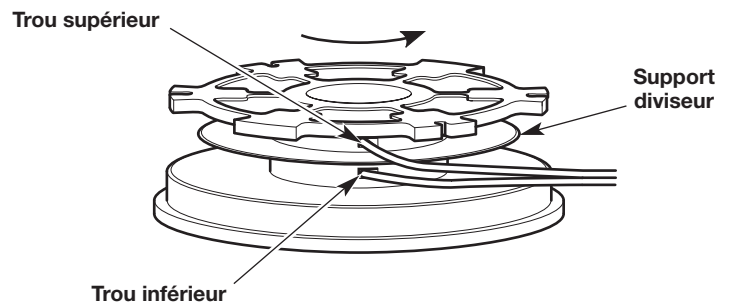

Fig. 20
2. En utilisant une extrémité fendue, insérez un fil dans le trou supérieur et l'autre dans le trou inférieur du moulinet (Fig. 20).